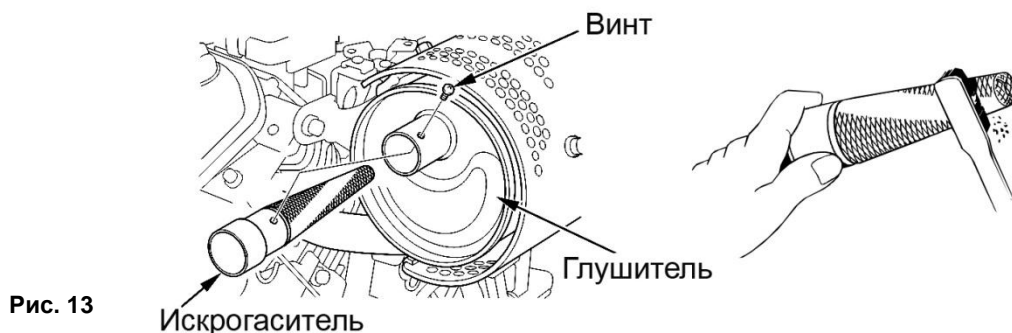

Рис. 13
- Выньте и прочистите сетку искрогасителя (См. Рис.13).